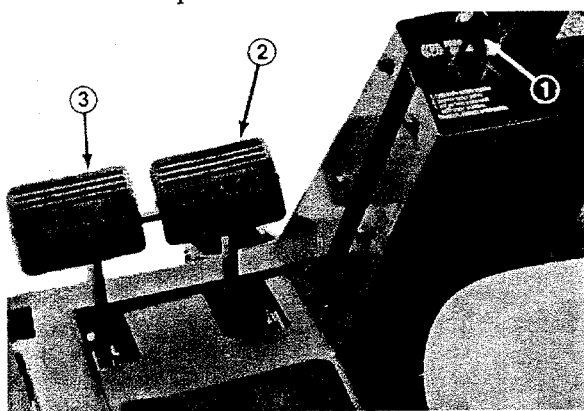
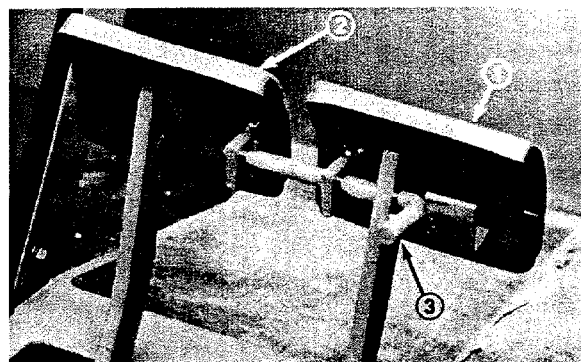

Figure 8
Figure 9
**Freins de service** (Fig. 8)—les pédales de frein gauche et droite sont connectées aux roues avant gauche et droite. Comme les freins sont indépendants l'un de l'autre, ils peuvent être utilisés pour prendre des virages serrés ou pour augmenter la traction si une roue patine pendant l'utilisation sur pente. Cependant l'usage des freins pour tourner peut endommager l'herbe humide ou le gazon tendre. Pour s'arrêter rapidement, appuyer sur les deux pédales à la fois. Toujours bloquer les freins ensemble lors du transport de l'unité de déplacement.
**Frein de parking**—serrer le frein de parking à chaque arrêt du moteur pour éviter tout déplacement fortuit. Pour serrer le frein de parking, pousser le bras de verrouillage (Fig. 9) sur la pédale gauche pour la bloquer avec la pédale droite. Appuyer ensuite à fond sur les deux pédales, puis tirer sur la manette du frein de parking (Fig. 8) et relâcher les pédales. Pour desserrer le frein de parking, appuyer sur les deux pédales jusqu'à ce que la manette du frein se rétracte. Toutefois, avant de démarrer le moteur, il est possible de désenclencher le bras de verrouillage de la pédale de frein gauche de manière à ce que les deux pédales fonctionnent indépendamment avec chaque roue avant.
1. S'assurer que le frein de parking est serré, que la commande de la prise de force est sur OFF et le levier de relevage à la position TRANSPORT ou FLOAT (Fig. 9). Ne pas appuyer sur la pédale de traction et s'assurer qu'elle est au point mort.
2. Mettre la commande des gaz (Fig. 9) à la position FAST.
3. Si la température est inférieure à 15°C, pousser la commande des bougies de préchauffage sur ON (Fig. 9) et la maintenir en position aussi longtemps qu'il est préconisé.